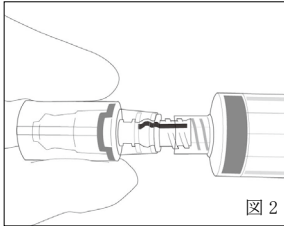

図 2
3. スピニング機構を作動させるため、本体を把持したままラインを注視し、ラインが 1 回転して手前に戻るまでシリンジとメスコネクタジョイントを回転させる(図 2)。正しくスピニング機構が作動すると、本体とメスコネクタジョイントが互いに空転する。